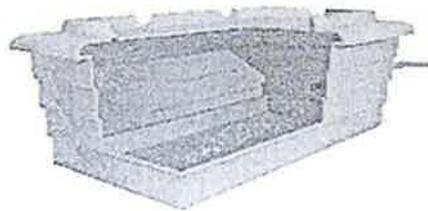

Fig.5 – Contenitore per pompe soffianti e quadri elettrici
5.6. Contenitore per pompe soffianti e quadri elettrici (Fig.5)